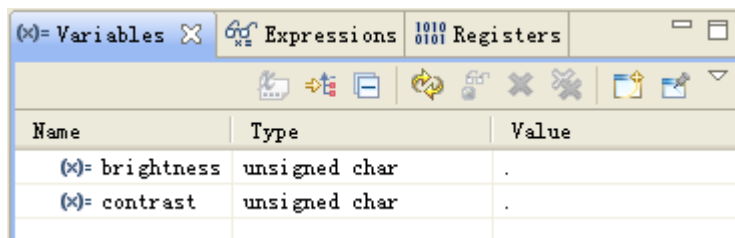

图 1.24 变量查看窗口
(3) 单击运行图标  运行程序，观察显示的结果。在程序调试的过程中，可通过设置断点来调试程序：选择需要设置断点的位置，右击鼠标选择 **Breakpoints**→**Breakpoint**，断点设置成功后将显示图标 ，可以通过双击该图标来取消该断点。程序运行的过程中可以通过单步调试按钮     配合断点单步的调试程序，单击重新开始图标  定位到 **main()**函数，单击复位按钮  复位。可通过中止按钮  返回到编辑界面。
(4) 在程序调试的过程中，可以通过 CCSV5.1 查看变量、寄存器、汇编程序或者是 **Memory** 等的信息 显示程序运行的结果，以和预期的结果进行比较，从而顺利地调试程序。单击菜单 **View**→**Variables**，可以查看到变量的值，如图 1.24 所示。